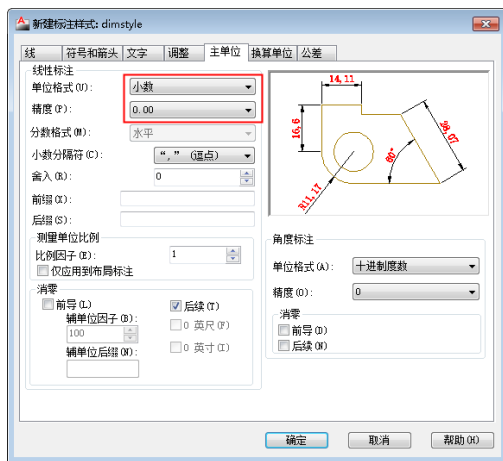

图 17.43 【主单位】选项卡
(9) 在【新建标注样式: dimstyle】对话框中展开【主单位】选项卡, 然后设置尺寸参数如图 17.43 所示。